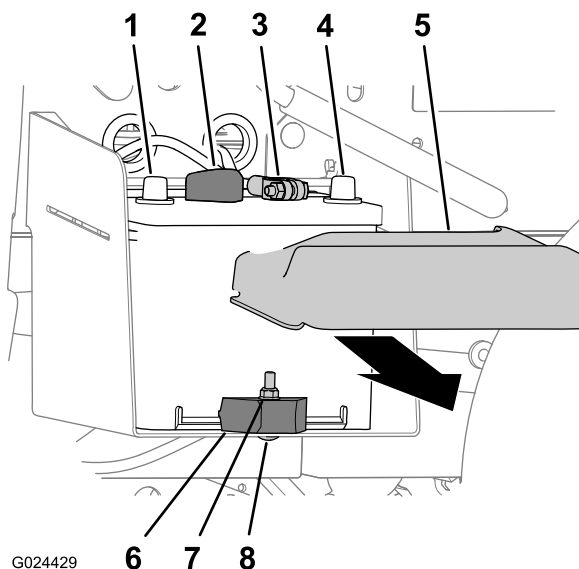

Figura 47
1. Aperte os lados da cobertura da bateria e retire a cobertura da parte superior da bateria (Figura 47).
- Desligue o cabo positivo da bateria do terminal da bateria (Figura 47).
- Desligue o cabo negativo da bateria do terminal da bateria (Figura 47).
- Retire a porca de bloqueio, o parafuso de carroçaria e o grampo da bateria que fixa a bateria ao tabuleiro da bateria (Figura 47).
- Retire a bateria do tabuleiro da bateria (Figura 47).
- Alinhe a bateria com o tabuleiro da bateria da máquina (Figura 47).
Nota: Certifique-se de que os pólos positivo e negativo da bateria estão alinhados conforme indicado na Figura 47.
- Fixe a bateria ao tabuleiro da bateria com o grampo da bateria, o parafuso de carroçaria e a porca de bloqueio (Figura 47).
- Ligue o cabo positivo da bateria ao terminal da bateria (Figura 47).
- Ligue o cabo negativo da bateria ao terminal da bateria (Figura 47).
- Coloque a tampa da bateria na parte superior da bateria (Figura 47).